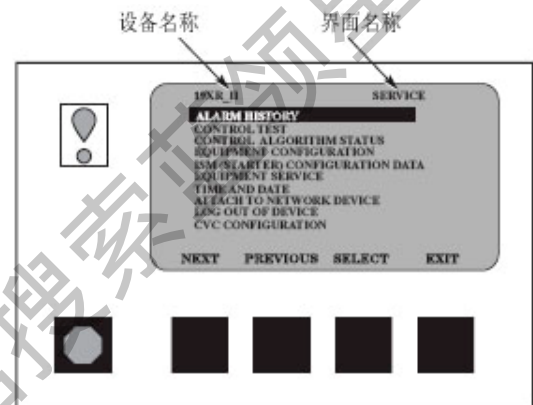

图 15 — CVC/ICVC服务界面
- 如果CVC/ICVC显示的不是默认界面，该界面的名称会显示在屏幕的右上角（图15）。